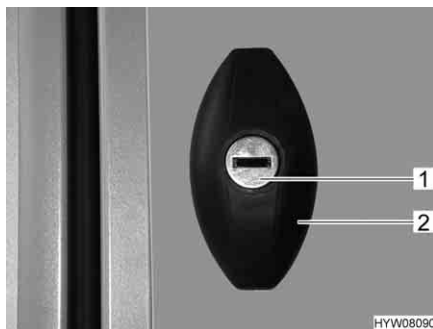

Fig. 44 Serratura dello sportello, ellittico, chiuso
- Inserire la chiave nel cilindro della serratura (Fig. 44,1) e ruotare in senso antiorario di un mezzo giro. La maniglia della serratura (Fig. 44,2) scatta all'infuori.